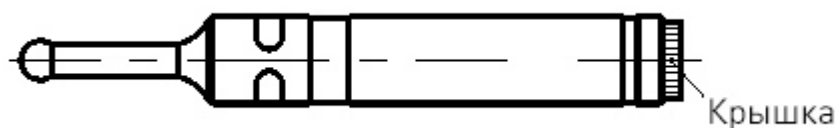

Рис.3.
- открыть крышку (Рис.3) на корпусе кромкоискателя и вставить соляные источники питания типа А23, соблюдая полярность;